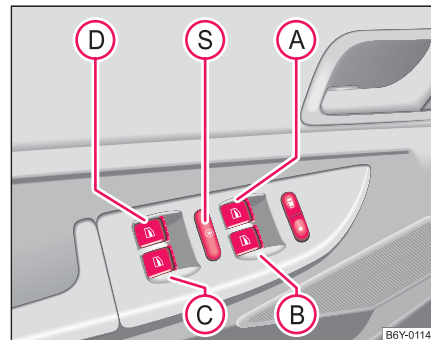

Abb. 27 Schalter in der Fahrertür
Die Schalter für die einzelnen Fenster befinden sich in der Armlehne der Fahrertür ⇒ Seite 47, Abb. 27, Beifahrertür und in den hinteren Türen*.
Mit dem Sicherheitsschalter (S) ⇒ Seite 47, Abb. 27 können die Schalter der Fensterheber in den hinteren Türen außer Betrieb gesetzt werden. Nach nochmaligem Betätigen des Sicherheitsschalters sind die hinteren Schalter wieder funktionsfähig.
- Werden auf den Rücksitzen Kinder befördert, wird empfohlen, die elektrischen Fensterheber der hinteren Türen außer Funktion zu setzen (Sicherheitsschalter) (S) ⇒ Seite 47, Abb. 27.